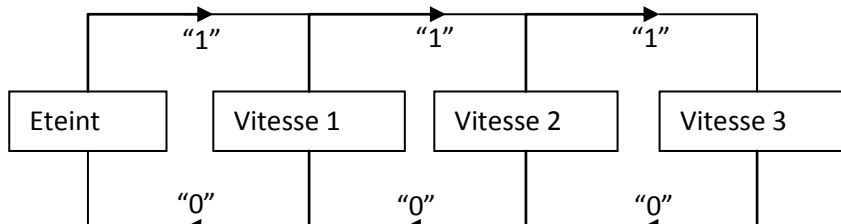
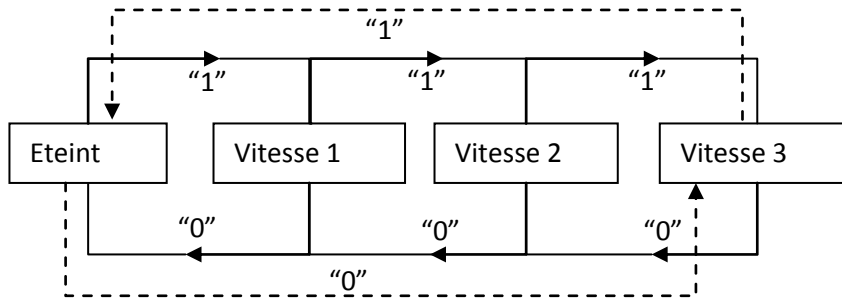

Figure 2.1. Contrôle manuel par pas non cyclique
Figure 2.2. Contrôle manuel par pas cyclique
- **Contrôle par Pas:** Le niveau ou vitesse de ventilation est contrôlé par l'objet de communication de 1 bit "Ventilateur: Contrôle par Pas", en écrivant "1" pour augmenter de niveau ou un "0" pour diminuer. Ce contrôle peut être non cyclique (figure 2.1) ou cyclique (figure 2.2).